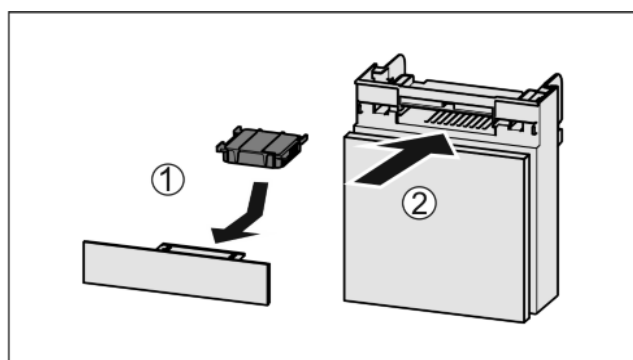

Fig. 37
- Actiefkoolfilter overeenkomstig afbeelding aanbrengen Fig. 37 (1).
- Lade erin schuiven Fig. 37 (2).